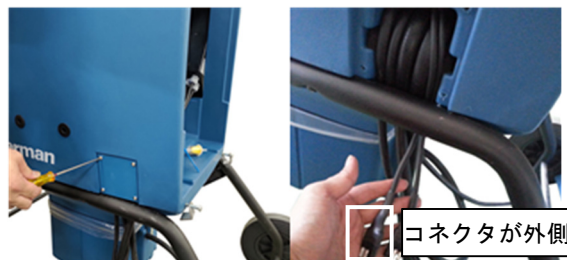

Fig.7
7. FBM 本体の側面の蓋を外し、付属のケーブルを内部に通してください。通した後、FBM 本体の側面の蓋を再度取付けてください。(Fig.7)